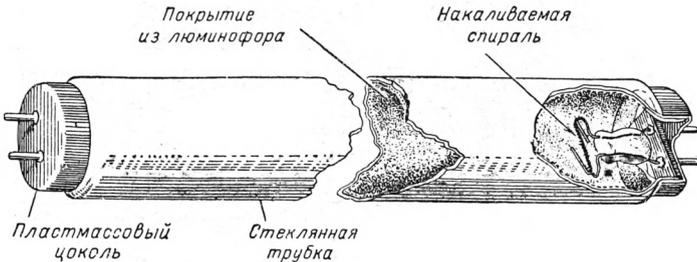

Рис. V.78. Люминесцентная лампа служит дольше, чем лампа накаливания, и создает сравнительно больший световой поток при меньшем потреблении электроэнергии.
**Конструкция люминесцентной лампы.** Люминесцентная лампа представляет собой длинную стеклянную трубку, из которой удален весь воздух (рис. V.78). После того как воздух удален, в трубку вводится небольшое количество газа, например аргона, и совсем немного ртути. У каждого конца трубки смонтированы небольшие спирали, подобные спирали лампы накаливания; эти спирали и называются электродами. Они служат не для того, чтобы излучать свет; их назначение — испускать электроны при нагреве. Для увеличения числа испускаемых электронов на спирали наносится специальное покрытие. Электроны, испускаемые спиралями, перемещаются от одного электрода к другому через газ аргон, заполняющий трубку. Когда электроны движутся в газе, выделяется достаточно тепла и ртуть испаряется. При прохождении тока через пары ртути возникает излучение ультрафиолетового света. Это свечение имеет фиолетовый оттенок, а его интенсивность не очень велика.